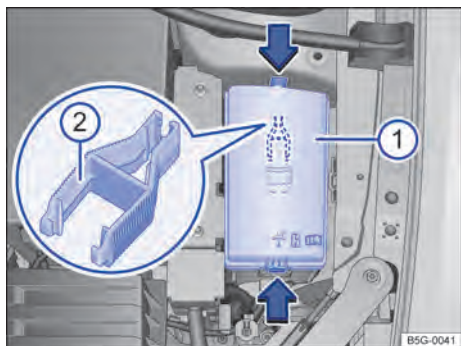

Fig. 139 En el vano motor: cubierta ① de la caja de fusibles con útil de agarre de plástico ②.
- Presionar los bloqueos en el sentido de la flecha → **fig. 139** ①, para desbloquear la cubierta de la caja de fusibles.
En el lado interno de la cubierta de la caja de fusibles en el vano motor puede haber un útil de agarre de plástico → **fig. 139** ② para sacar los fusibles.